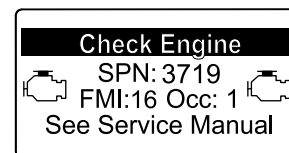

図 40
- エンジン警告 SPN 3720, FMI 16 図 40